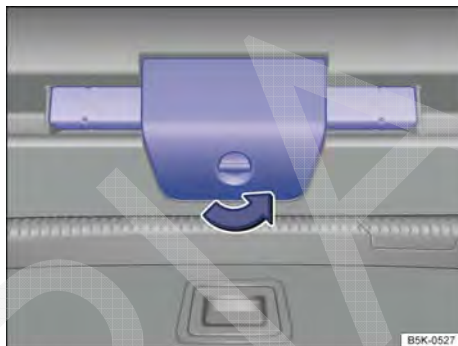

Fig. 96 Na tampa do compartimento de bagagem: abrir o suporte para o triângulo de segurança (Passat Variant).
- Abrir o suporte do triângulo de segurança e retirá-lo → Fig. 96.